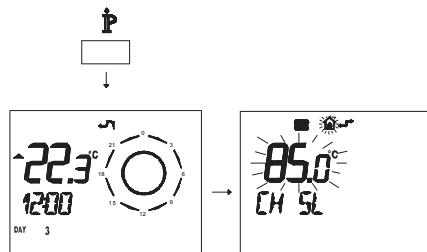

Figura 5.39
- Premere per più di 3 secondi il pulsante  $\text{P}$  per entrare in modalità **INFO** (Figura 5.39).